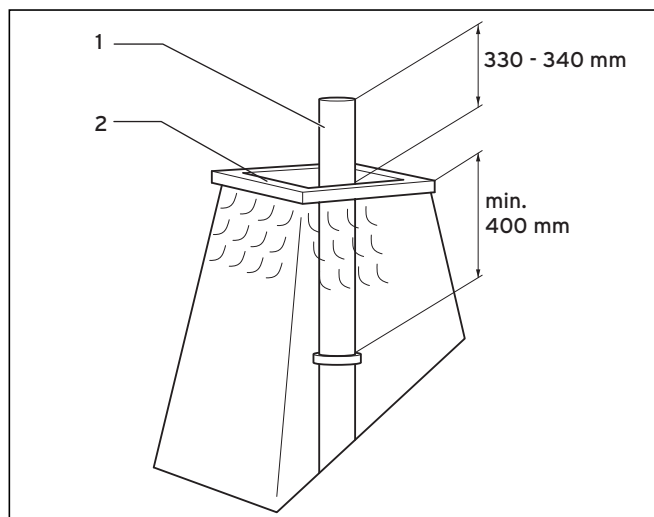

Fig. 4.40 Raccourcissement du tuyau en acier inoxydable
- Coupez le tuyau en acier inoxydable (1) conformément à la fig. 4.40.
- Étanchez le rebord de la bouche (2) à l'aide de silicone.